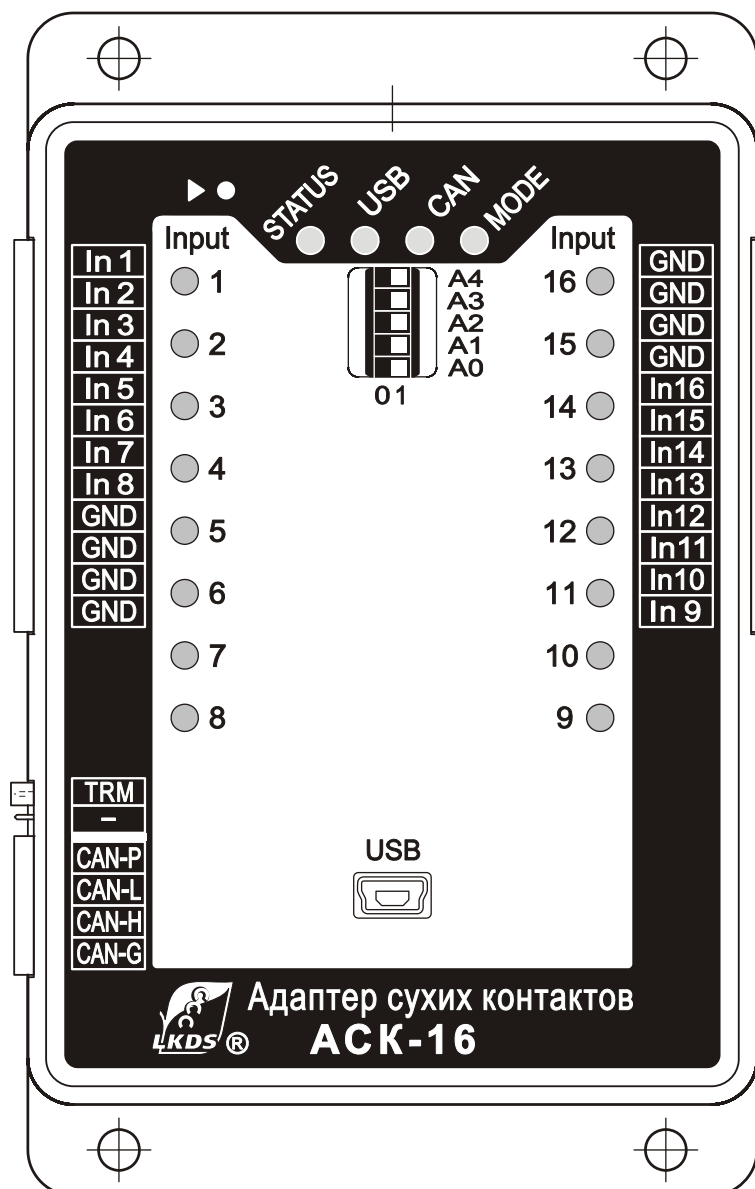

Рис.1 Внешний вид ACK-16
- 1.6.1 Конструктивно АСК-16 выполнен в пластмассовом корпусе (см. рис. 1) на основании